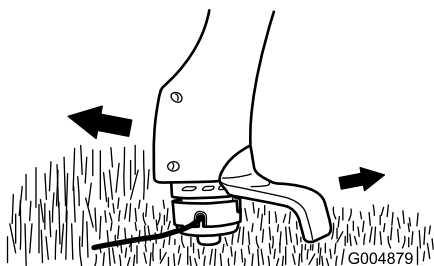

Figure 5
- Déplacez la débroussailleuse lentement à l'intérieur et à l'extérieur de la zone de travail (Figure 5).